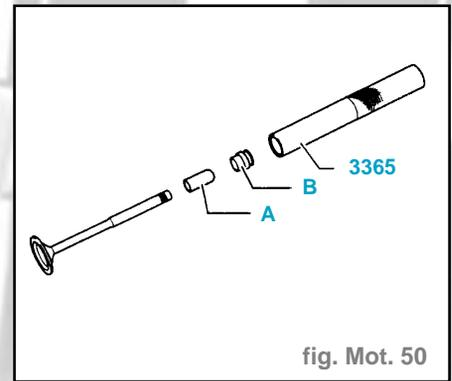

fig. Mot. 50
- Enfiler la douille plastique (A) sur la tige de soupape (fig. mot. 50).
- Huiler le joint tige de soupape (B) et le glisser délicatement sur le guide de soupape en utilisant l'emmanchoir **3365**.